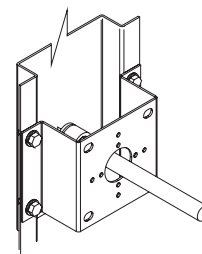

Figure 3 — Position du support d'espacement
- d. Poser le support d'espacement avec le palier sur l'arbre de commande étendu et fixer le support au bâti du registre avec quatre vis (4) Tek n°14 (non fournies). Vérifier que les vis n'entravent pas le fonctionnement du mécanisme du registre ou le mouvement des clapets. Voir la Figure 3.